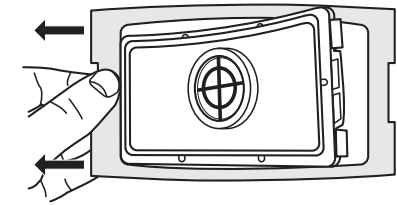

Fig. 7b
- Encaixar cuidadosamente o anel de vedação do Filtro em torno do filtro (Fig. 7b).